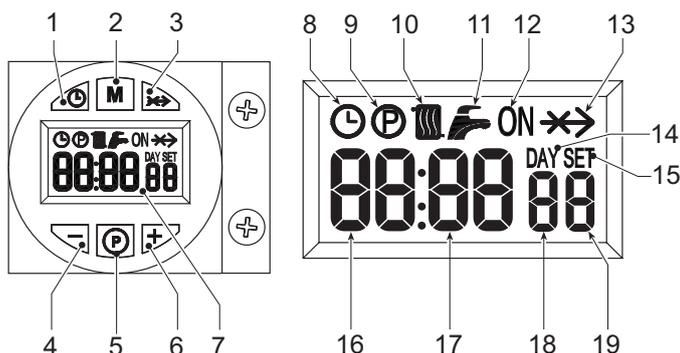

рис. 1 - Панель управления
Запрос на розжиг (вызываемый замыканием контакта на клеммах 7-8 (см. рис. 13), в условиях стандартных настроек) сопровождается загоранием символа радиаторной батареи (поз. 10 - рис. 1).
1. Нажмите на кнопку установки дня/времени (поз. 1 - рис. 1).
2. На дисплее (поз. 7 - рис. 1) мигают символы ЧАСОВ и ДНЯ: задайте день недели с помощью кнопок + и - (поз. 4 и 6 - рис. 1), принимая во внимание, что 1=понедельник, 7=воскресенье. Подтвердите введенный день нажатием кнопки для установки дня/времени (поз. 1 - рис. 1).
3. На дисплее (поз. 7 - рис. 1) мигают две цифры ТЕКУЩЕГО ВРЕМЕНИ (В ЧАСАХ) и символ ЧАСОВ: задайте точное время в часах с помощью кнопок + и - (поз. 4 и 6 - рис. 1), от 00 до 23. Подтвердите введенное время нажатием кнопки для установки дня/времени (поз. 1 - рис. 1).
4. На дисплее (поз. 7 - рис. 1) мигают две цифры ТЕКУЩЕГО ВРЕМЕНИ (В МИНУТАХ) и символ ЧАСОВ: задайте точное время в минутах с помощью кнопок + и - (поз. 4 и 6 - рис. 1), от 00 до 59. Подтвердите введенные минуты нажатием кнопки для установки дня/времени (поз. 1 - рис. 1). Работа системы отопления в Автоматическом режиме, Ручном режиме On, Ручном режиме Off
Нажатием на кнопку выбора рабочего режима (поз. 2 - рис. 1) можно задать:
1. автоматический режим работы, на дисплее (поз. 7 - рис. 1) появится символ ЧАСОВ. Запрос на активацию и деактивацию горелки зависит от заданной недельной программы. В заданный временной диапазон на дисплее (поз. 7 - рис. 1) отображается также символ ON.
2. В ручном режиме On на дисплее (поз. 7 - рис. 1) отображается только символ ON. Горелка постоянно включена
3. В ручном режиме Off на дисплее (поз. 7 - рис. 1) не отображается ни символ ON, ни символ ЧАСОВ. Горелка выключена
Можно заранее задать недельную программу в 3 временных диапазонах включенного режима ON и 3 временных диапазонах выключенного режима OFF: они будут одинаковы для каждого дня недели. В запрашиваемом временном диапазоне (поз. 7 - рис. 1) отображается символ ON.
1. Нажмите на кнопку Программирование "P" (поз. 5 - рис. 1)
2. Выберите день для программирования с помощью кнопок + и - (поз. 4 и 6 - рис. 1):
3. Нажмите на кнопку программирования "P" (поз. 5 - рис. 1):
- С помощью кнопок + и - (поз. 4 и 6 - рис. 1) можно изменить начало 1-го временного диапазона режима ON; например, 06:00Нажмите на кнопку Программирования "P" (поз. 5 - рис. 1)
- С помощью кнопок + и - (поз. 4 и 6 - рис. 1) можно изменить начало 1-го временного диапазона режима OFF; например, 09:00Нажмите на кнопку Программирования "P" (поз. 5 - рис. 1)
- С помощью кнопок + и - (поз. 4 и 6 - рис. 1) можно изменить начало 2-го временного диапазона режима ON; например, 12:30Нажмите на кнопку Программирования "P" (поз. 5 - рис. 1)
- С помощью кнопок + и - (поз. 4 и 6 - рис. 1) можно изменить начало 2-го временного диапазона режима OFF; например, 14:00Нажмите на кнопку Программирования "P" (поз. 5 - рис. 1)
- С помощью кнопок + и - (поз. 4 и 6 - рис. 1) можно изменить начало 3-го временного диапазона режима ON; например, 16:00Нажмите на кнопку Программирования "P" (поз. 5 - рис. 1)
- С помощью кнопок + и - (поз. 4 и 6 - рис. 1) можно изменить начало 3-го временного диапазона режима OFF; например, 23:30Нажмите на кнопку Программирования "P" (поз. 5 - рис. 1)
11. Нажмите на кнопку программирования "P" (поз. 5 - рис. 1) на 3 секунды, чтобы выйти из режима программирования.
Доступ в меню параметров осуществляется нажатием кнопки программирования "M" (поз. 2 - рис. 1) в течение 5 секунд. На дисплее отображается параметр "u01": обозначенный SET 01. При нажатии на кнопку "P" (поз. 5 - рис. 1) можно просмотреть список параметров.
Для изменения значения параметров используются кнопки + и - (поз. 4 и 6 - рис. 1). сохранение изменения происходит автоматически После изменения параметра необходимо подождать 3 секунды: мигающее значение вносится в память.
Для выхода из меню нажмите кнопку выбора режима работы "M" (поз. 2 - рис. 1) в течение 5 секунд
Доступ в меню параметров осуществляется нажатием кнопки программирования "P" (поз. 5 - рис. 1) в течение 10 секунд. На дисплее отображается параметр "t01": обозначенный SET 01. Нажатием на кнопку "P" (поз. 5 - рис. 1) можно просмотреть список параметров.